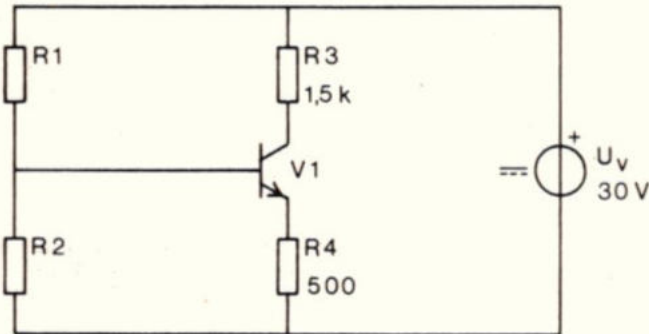
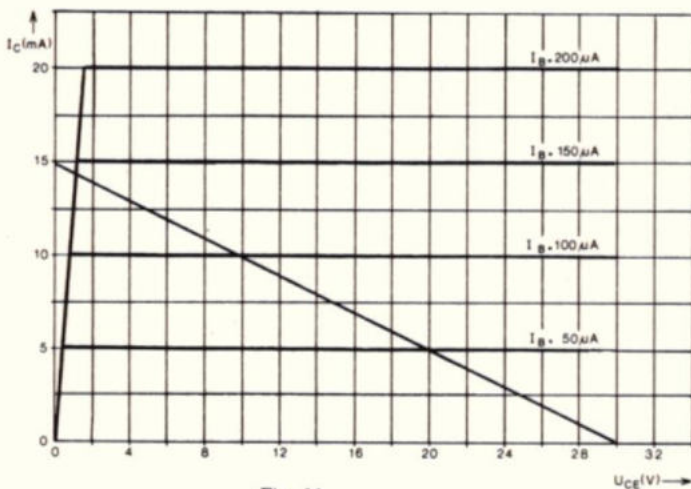

Fig. 10.
Fig. 11.
2. Van de transistor in de schakeling van fig. 10 zijn de $I_C - U_{CE}$ karakteristieken gegeven in fig. 11.
b. Teken de belastingslijn in fig. 11 en bepaal het instelpunt van de
a. Uit de karakteristiek van fig. 11 volgt direct dat $\alpha_E = 100$.
b. De emitterstroom volgt uit U_E en R_E : $I_E = \frac{5,05}{500} = 10,1$ mA. De collectorstroom is dus 10 mA en $I_B = 0,1$ mA. De collectorspanning bedraagt $30\text{ V} - 1,5 \cdot 10^3 \cdot 10\text{ mA} = 15\text{ V}$ en $U_{CE} = 15\text{ V} - 5,05\text{ V} = 9,95\text{ V}$. In fig. 11 kan de belastinglijn nu worden getrokken door het punt (10 mA, 9,95 V) en het punt (0 mA, 30 V).